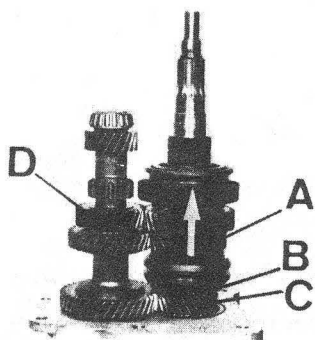

Fig. C1-114 Engranajes caja de velocidades
1.2. Extraer el conjunto eje principal, A (Fig. C1-114), desplazándolo hacia arriba, habiendo despegado previamente el cono de sincronización, B, de 4a velocidad del cono del engranaje del eje primario, C.
2.1. Montar el eje intermediario, D (Fig. C1-114) apoyándolo sobre su rodamiento delantero.
2.2. Montar el conjunto eje principal, A (Fig. C1-114) de forma que queden sus engranajes perfectamente alineados con los del eje intermediario, D, y giren con suavidad.